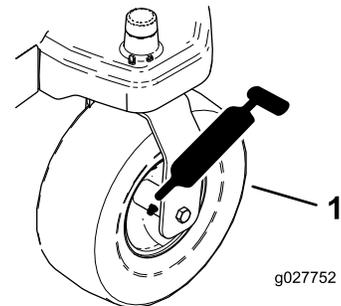
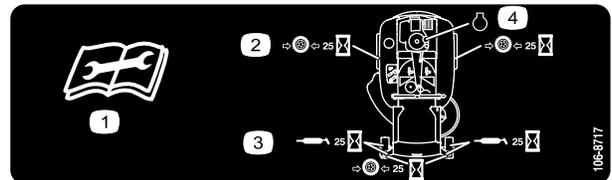

Figure 22
Figure 23
3. Nettoyez les graisseurs avec un chiffon (Figure 22 et Figure 23).
4. Raccordez une pompe à graisse à chaque graisseur (Figure 22 et Figure 23).